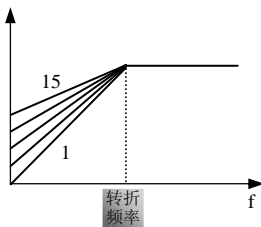

图 5-7 直线型 V/F 曲线
- 本产品共有 15 条“直线型 V/F 曲线”，用于提高低频时  $V(\%)$  的输出转矩，数值越大，补偿也越大，如图 5-7 所示。